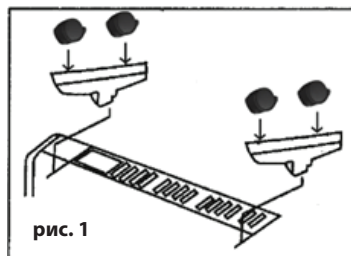

рис. 1
- установите ножки прибора (5) - рис. 1